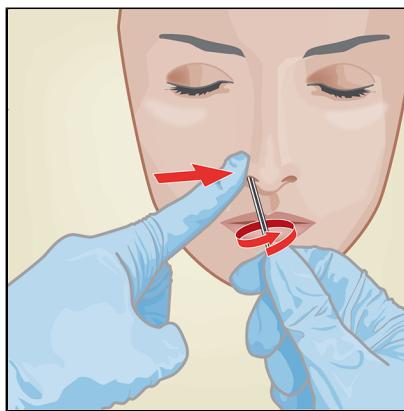

Figure 3. Prélèvement sur écouvillon nasal antérieur dans la deuxième narine
2. Répéter l'opération dans l'autre narine en utilisant le même écouvillon, en exerçant une pression externe sur l'extérieur de l'autre narine (voir la Figure 3). Pour éviter de contaminer l'échantillon, ne pas laisser l'extrémité de l'écouvillon toucher d'autres surfaces que la paroi interne de la narine.